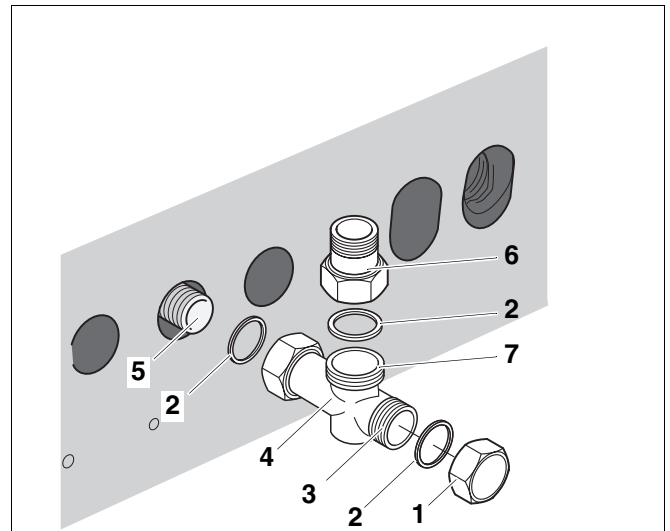

Fig. 9 Montajul returului la Logano G124 WS
- Introducerea garniturii (Fig. 9, **Poz. 2**) în piulița olandeză a piesei T livrată împreună cu (Fig. 9, **Poz. 4**) aceasta.
- Înșurubați (Fig. 9, **Poz. 4**) piesa T la racordul pe retur al cazanului (Fig. 9, **Poz. 5**) de încălzire.
Dacă nu utilizați un sistem de montare rapidă (accesoriu), atunci poziționați racordul pe retur împreună cu piesa de legătură G 1¼ pe R 1 (Fig. 9, **Poz. 6**).
- Introduceți garnitura (Fig. 9, **Poz. 2**) piuliței din piesa de legătură livrată G 1¼ pe R 1 (Fig. 9, **Poz. 6**).
- Piesa de legătură livrată G 1¼ pe R 1 (Fig. 9, **Poz. 6**) trebuie montată (Fig. 9, **Poz. 7**) pe returul instalației la un unghi de 90°.
Dacă nu racordați un boiler, trebuie să racordați (Fig. 9, **Poz. 4**) piesa T (Fig. 9, **Poz. 1**) la clapeta de închidere.
- Înșurubarea (Fig. 9, **Poz. 1**) etansa (Fig. 9, **Poz. 2**) a clapetei de închidere.
- Racordați un boiler pe retur la partea din spate a piesei (Fig. 9, **Poz. 3**, pagina 25) în formă de T.